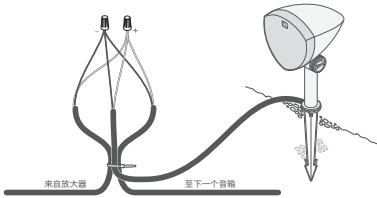

图 7
- 8. 剪切左扬声器或右扬声器的两根电线 (参见下表), 剥去埋地线裸露端 3/4英寸 (约1.9厘米) 的绝缘层, 然后从相应扬声器尾纤的端部剥去 3/4英寸 (约1.9厘米) 的绝缘层 (见图 7)。
- 9. 制作一个大约 10英寸 (约25厘米) 的环路, 使用扎带将线环和扬声器尾纤固定到位, 以消除应力 (见图 7)。